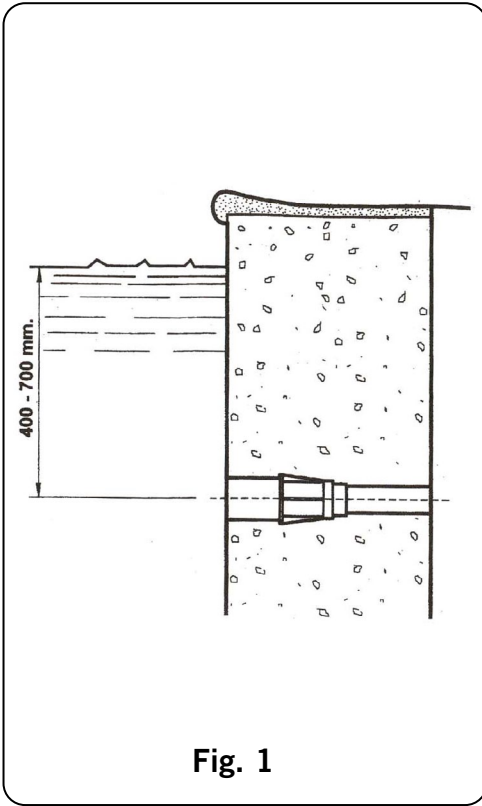

Fig. 1
1. Fixar na parede de cimento os passamuros a uma distância de 400-700 mm abaixo do nível de água (Fig. 1).
1. O projetor coloca-se a 400 mm abaixo do nível de água do SPAS e numa zona onde não seja facilmente tapado por um corpo de uma pessoa. Coloca-lo de preferência na parede dos degraus de entrada dos SPAS (Fig. 1).